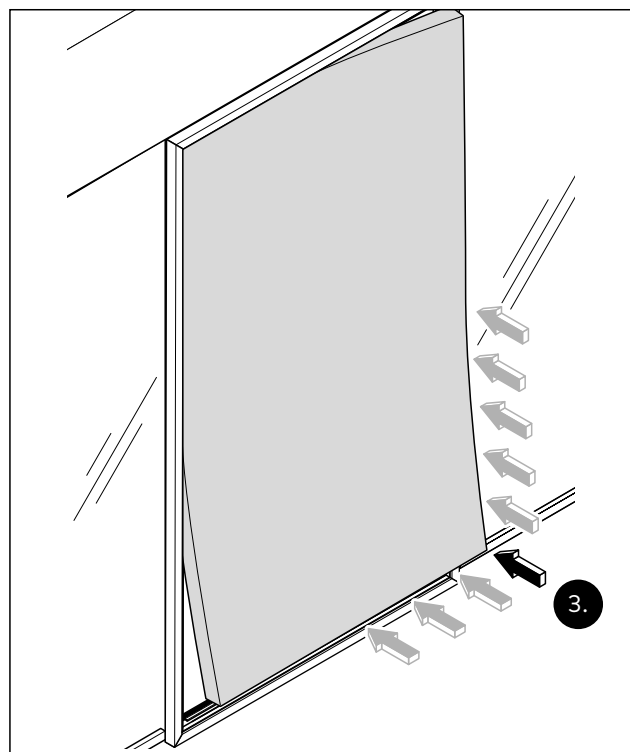

Abb. 39 Den Gummikeder unten rechts in die waagerechte und senkrechte Nut bis zur Mitte der beiden Profelseiten drücken
3. Den Gummikeder von unten rechts ausgehend in die waagerechte und senkrechte Nut bis zur Mitte der beiden Profelseiten drücken (Abb. 39).